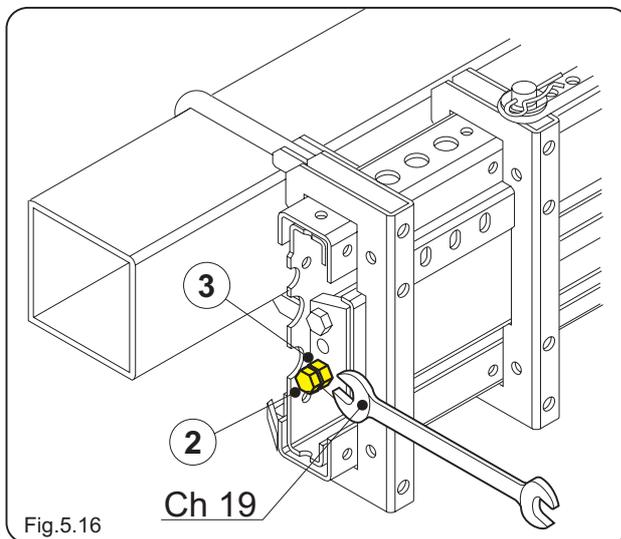

Fig.5.16
- Terminer le réglage en agissant sur la vis **2** et sur l'écrou **3** (Fig.5.16).